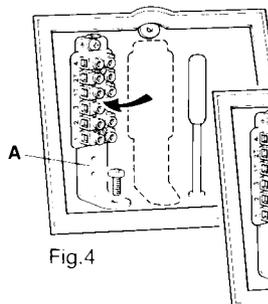

Fig.4
2. Déplacer le bornier central 'A', après avoir déposé le vis de fixation et le replacer le plus près possible du cache-bornes (fig.4) (pas approprié pour ALE).